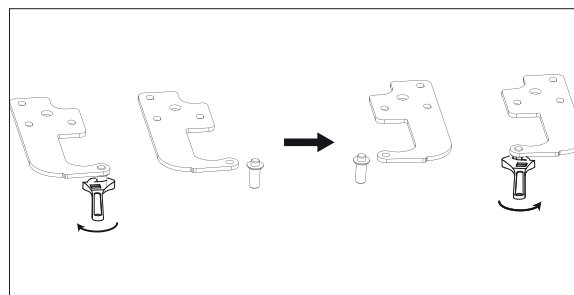

Fig. 12
- ▶ Retirez le tenon de la charnière supérieure (fig. 12) à l'aide d'une clé de 6 et vissez le tenon du côté opposé.